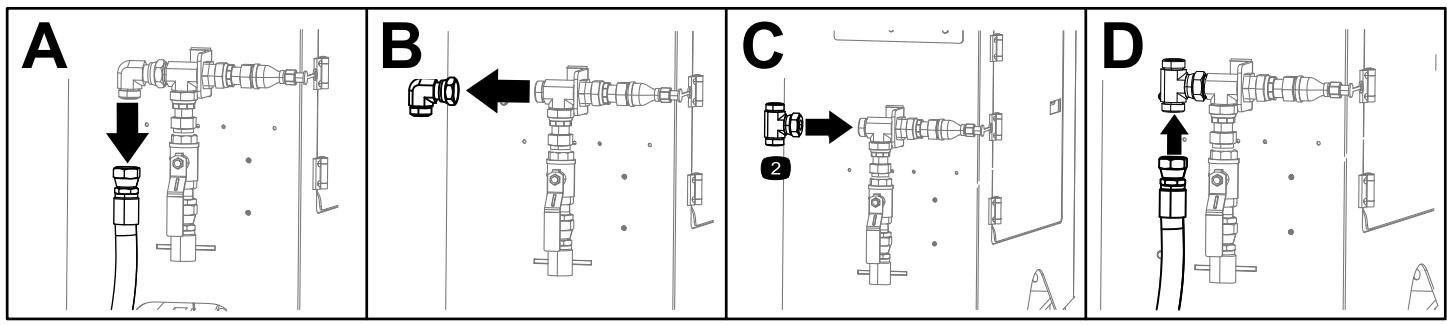

Figure 4
1. Débranchez le flexible du raccord sur l'assemblage soudé de commande arrière (encadré A de la Figure 4).
2. Déposez le raccord de l'assemblage soudé de commande arrière (encadré B de la Figure 4) et mettez-le de côté.
3. Reposez le raccord en T sur l'assemblage soudé de commande arrière (encadré B de la Figure 4) et serrez-le à un couple de 301 à 336 N·m.
4. Rebranchez le flexible au raccord en T (encadré D de la Figure 4).
5. Reposez le raccord (encadré A de la Figure 5) que vous avez déposé à l'opération 2 (encadré B de la Figure 4).